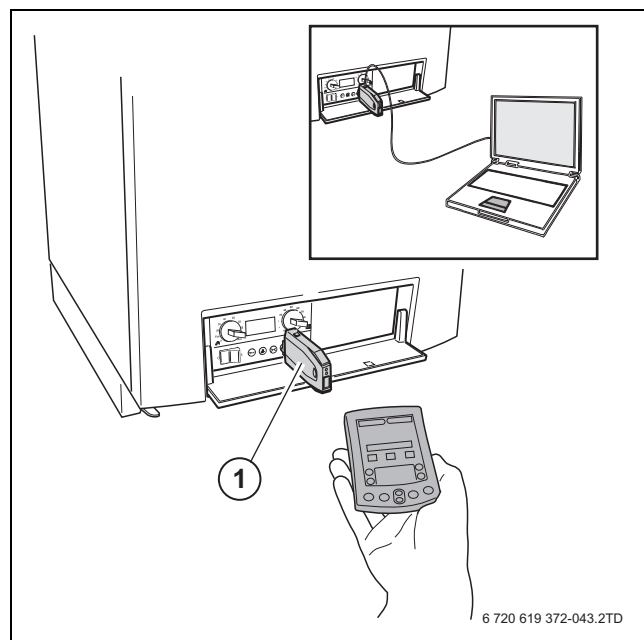
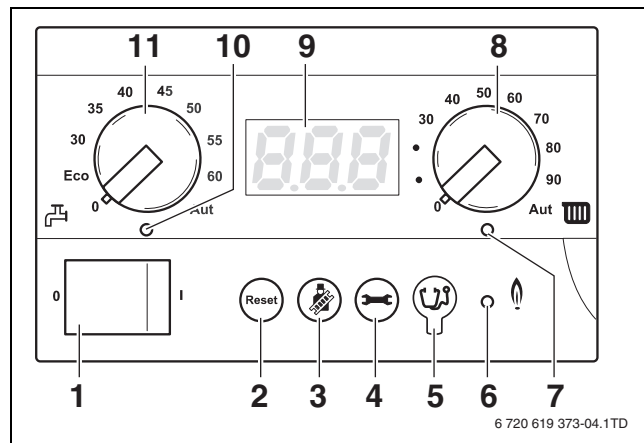

Bild 52 Service Tool am Gerät angeschlossen
Bild 53 Basiscontroller BC10
Um die Erfassung, Analyse und Behebung einer Störung zielgerichteter, schneller und einfacher durchzuführen, ist es möglich, das Service Tool (→ Bild 52) über die Anschlussbuchse für Diagnosestecker (→ Bild 53, [5]) an das Gerät anzuschließen.
- Bedienfeld durch Drücken öffnen und Abdeckung auf dem BC10 abnehmen (→ Bild 38, Seite 21 und Bild 53, [5]).
Die LED „Brenner“ (An/Aus) (→ Bild 53, [6]) leuchtet, wenn der Brenner des Geräts in Betrieb ist und erlischt, wenn der Brenner ausgeht.
Die LED „Wärmeanforderung“ (→ Bild 53, [7]) leuchtet, wenn durch die Regelung eine Heizlast angefordert wurde und erlischt, wenn dieser Heizlast nicht mehr vorhanden ist.
Mit dem Drehschalter für die maximale Kesselwassertemperatur (→ Bild 53, [8]) kann die obere Grenztemperatur des Kesselwassers eingestellt werden. Die Einheit ist °C.
Am Display (→ Bild 53, [9]) können Displaywerte, Displayeinstellungen und Display-Codes der Heizungsanlage abgelesen werden.
Die LED „Warmwasserbereitung“ (→ Bild 53, [10]) leuchtet, wenn eine Heizlast im Warmwasser entstanden ist und erlischt, wenn dieser Heizlast nicht mehr vorhanden ist.
Mit dem Dreheschalter für Warmwasser-Sollwert (→ Bild 53, [11]) wird die gewünschte Temperatur des Warmwassers im Warmwasserspeicher vorgegeben. Die Einheit ist °C (→ Tab. 17, Seite 39).
Die Menüstruktur des Geräts kann am BC10 mit Hilfe der Taste „Reset“, der Taste „Schornsteinfeger“ und der Taste „Statusanzeige“ (→ Bild 53, [2, 3 und 4]) und dem Display (→ Bild 53, [9]) mit Tab. 8 bis Tab. 12 durchgeblättert werden.